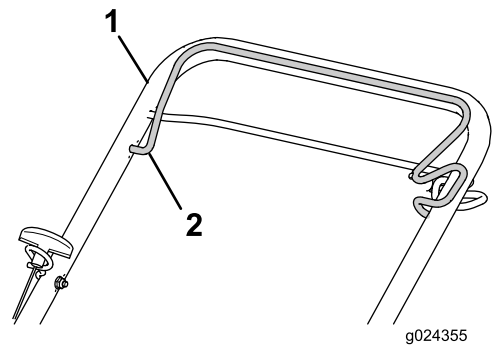

Bild 15
3. Ziehen Sie den Schaltbügel gegen den oberen Holm und halten Sie ihn in dieser Stellung (Bild 15).